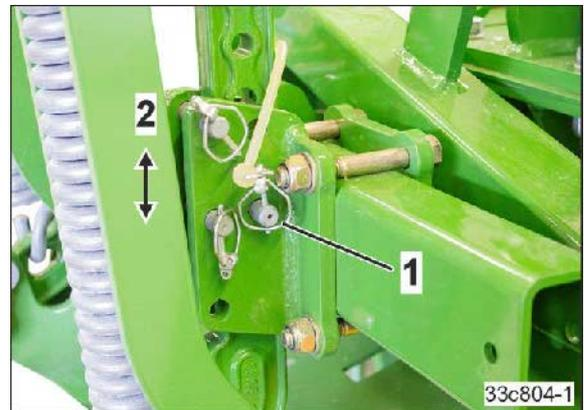

图 116
1. 取下制轮楔（图 116/1）
5. 通过制轮楔固定住螺栓（图 116/1）
4. 将把手凹槽上的轮迹松土器从轮迹松土器支架中取下（图 116/3）
- 在把手凹槽上将轮迹松土器置于所需位置 (图 116/3)。